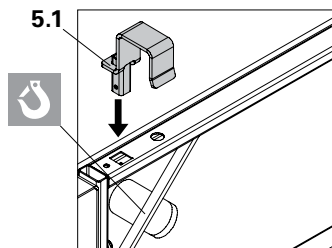

Fig. A7.04
1. Insérer la sécurité anti-soulèvement MXK (5.1) dans l'évidement carré du platelage de liaison MXK (5). (Fig. A7.04)
3. Fixer le crochet de levage de l'élingue à deux brins aux deux points de suspension de charges. (Fig. A7.04 + A7.07 + A7.07a)